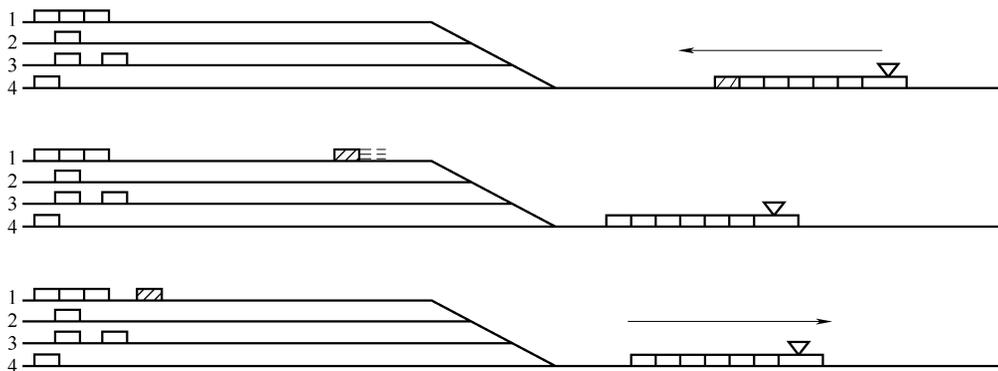

图 3-4 溜放调车示意图
(2) **溜放调车** 利用机车调车通常以推送车列的方式行进,在达到一定速度后,按计划摘解车组,车组脱离车列自行溜出的调车方式为溜放调车方式。为此,在车列行进时,手动对车组摘钩,然后机车制动,以形成摘解车组与机带车列的速度差,即发生两者的脱离及车组溜出。为使溜出车组能溜至预定位置或实现安全连挂,由制动员对它施行手闸制动或铁鞋制动。其作业过程如图 3-4 所示。